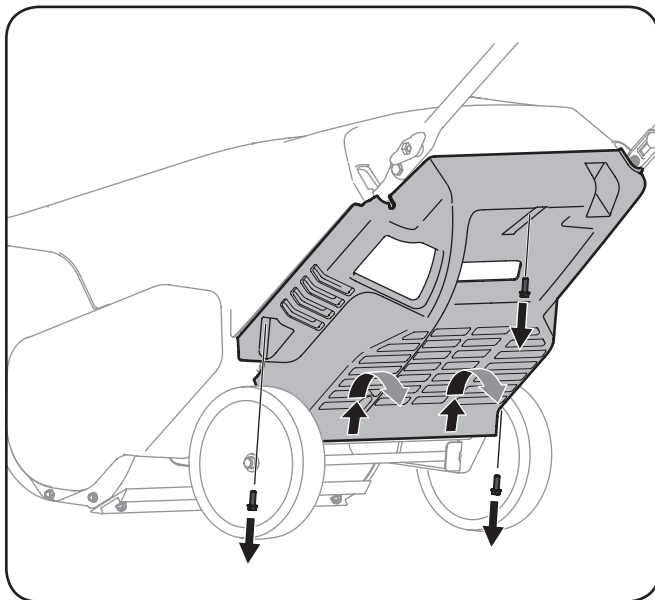

Figure 6-3
2. Retirez les trois vis qui retiennent le panneau inférieur. Pour enlever le panneau inférieur, soulevez le panneau de façon à ce que les pattes du bas du panneau sortent des encoches, puis tirez sur le panneau. Voir Figure 6-3.